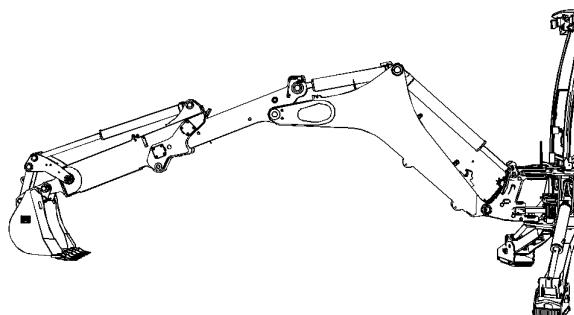

Рисунок 7
1. Установите машину в требуемое положение. См. рис. 7 .